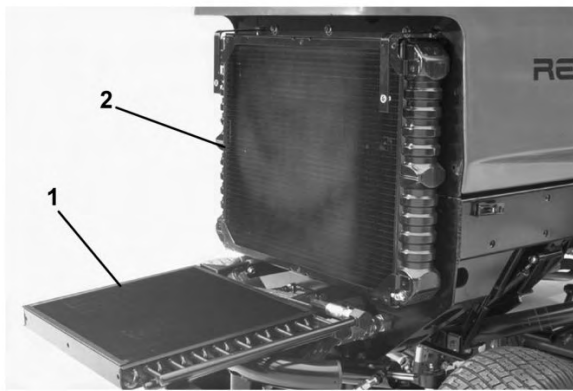

Figura 75
3. Svitare le manopole e girate indietro il refrigeratore dell'olio (Figura 75). Pulite accuratamente entrambi i lati dell'area del refrigeratore dell'olio e del radiatore utilizzando aria compressa. Non usate acqua. Aprite il cofano e soffiare via i detriti verso il retro della macchina. Riportate il refrigeratore dell'olio nella posizione originale e serrate le manopole.